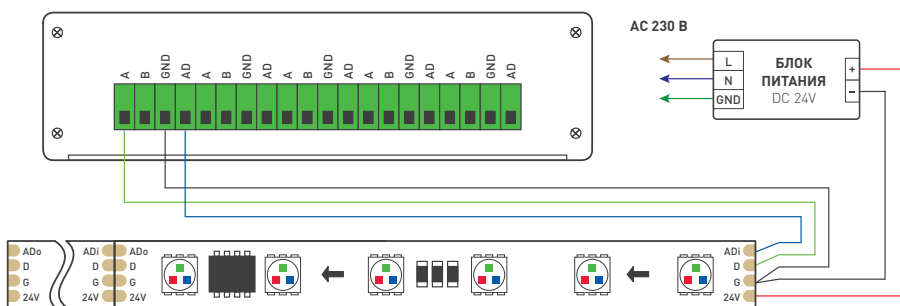

Рис. 1. Схема подключения светодиодной ленты
3.3. Подключите общий провод и сигнальные провода от входа светодиодной ленты или гибкого неона к выходу контроллера GND, DATA и AD (Рис. 1 и 2). Учитывайте, что светодиодная лента и гибкий неон с управлением DMX имеют вход и выход. Направление передачи сигнала на ленте обозначено стрелками. Информацию о подключении гибкого неона смотрите в его руководстве по эксплуатации.